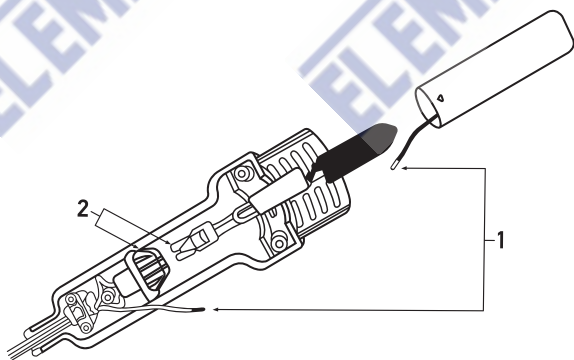

Рис.2
Извлеките нагревательный элемент. Отсоедините разъем (2) (рис.2).